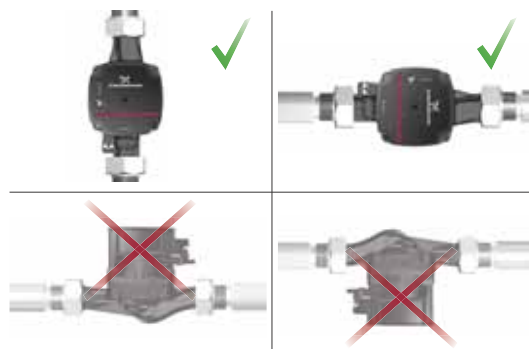

Рис. 4 Положення насоса
Завжди встановлюйте насос так, щоб вал електродвигуна знаходився в горизонтальному положенні. Не встановлюйте насос так, щоб вал електродвигуна знаходився у вертикальному положенні. Див. рис. 4, нижній ряд.
- Правильний монтаж насоса у вертикальному трубопроводі. Див. рис. 4, верхній ряд, ліворуч.
- Правильний монтаж насоса у горизонтальному трубопроводі. Див. рис. 4, верхній ряд, праворуч.